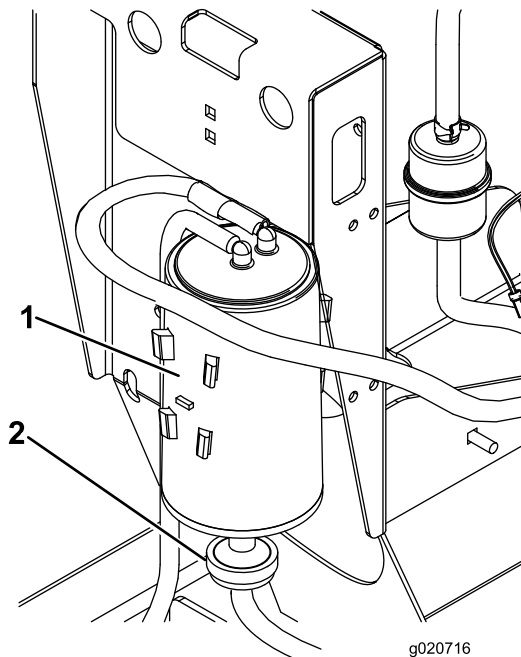

Bild 21
2. Schließen Sie den Schlauch vom Aktivkohlefilter ab (Bild 21).
3. Entfernen und werfen Sie den Aktivkohlefilter weg (Bild 21).